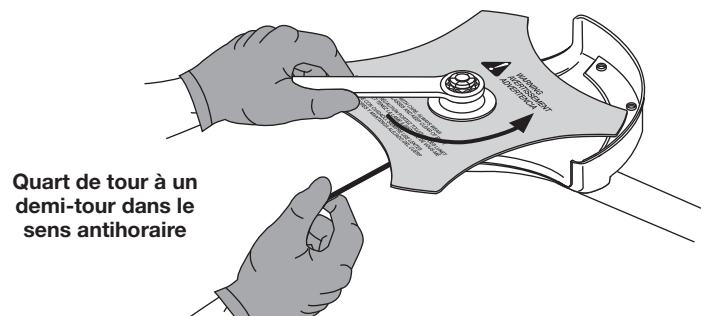

Fig. 22
- Sans une clé dynamométrique, utiliser une clé plate ou une clé à douille de 13 mm. Tournez l'écrou jusqu'à ce que la retenue de la lame soit bien ajustée contre la bague d'arbre. Assurez-vous que la lame est correctement installée, puis tournez l'écrou d'un quart à un demi-tour supplémentaire dans le sens antihoraire (Fig. 22).